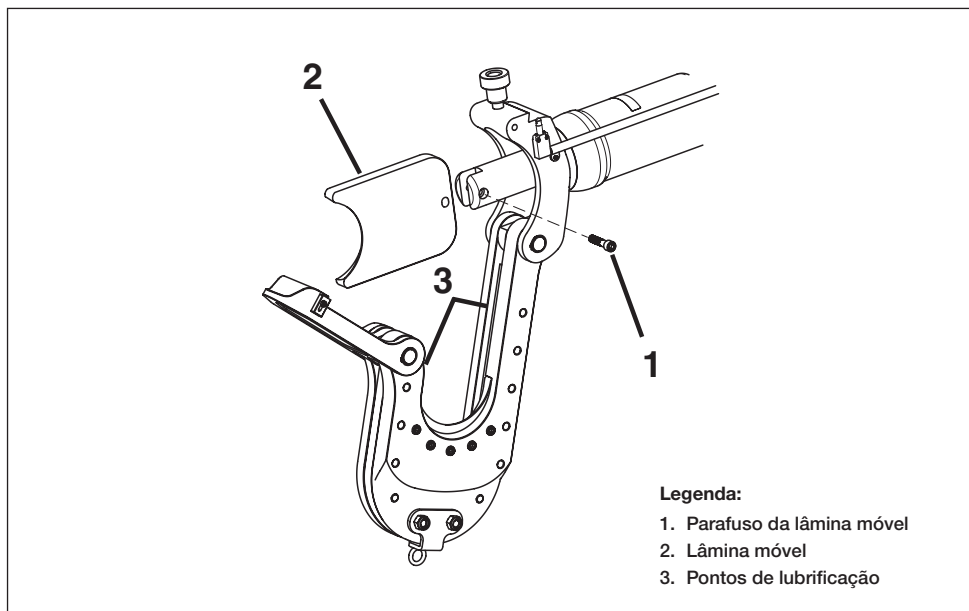

Figura 12, troca da lâmina móvel
5. Desaparafuse e remova o parafuso da lâmina móvel (Figura 12, item 1).
6. Remova a lâmina móvel gasta (Figura 12, item 2).
7. Instale a lâmina móvel nova (Figura 12, item 2) no pistão.
8. Instale o parafuso da lâmina móvel nova (Figura 12, item 1). Aplique torque a 138 Nm [102 ft-lb]. Aplique Loctite 243 ou equivalente.
9. Lubrifique a ranhura de deslizamento e a guia da ferramenta no cabeçote de corte usando uma graxa de lítio de pressão extrema Grau 2 NLGI (Figura 12, item 3).